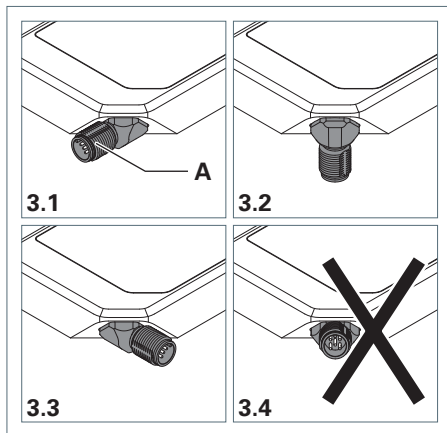

Fig. 3: APA – Stellungen des Steckers.
- Drehen Sie den Stecker **A** in die vorgesehene Stellung, siehe Fig. 3. Die Stellung 3.4 ist nicht zulässig, da ohne Funktion.